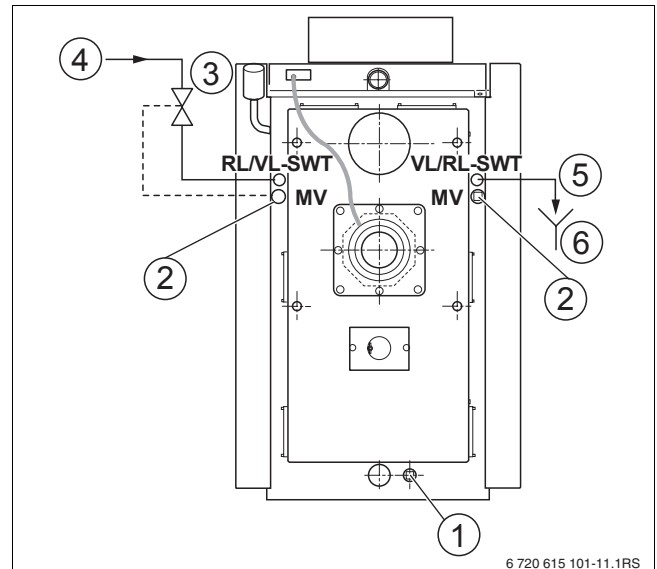

Fig. 12 Racordarea serpentinei de racire
Cazanele sunt echipate cu o serpentina de racire pentru protejarea corpului de cazan la supratemperatura (bucla de reacție). Racordul corect este prezentat în Fig. 12.
- ▶ Verificați debitul de apă de răcire de la evacuarea apei de răcire (→ Fig. 12, [5]). După răcirea apei din vas, ventilul termic de evacuare trebuie să închidă din nou debitul de apă de răcire.